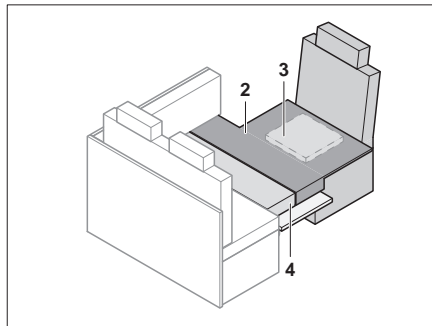

Bild 142 Nach dem Umbau
- Zusatzpolster wie in Bild 142 gezeigt auflegen.